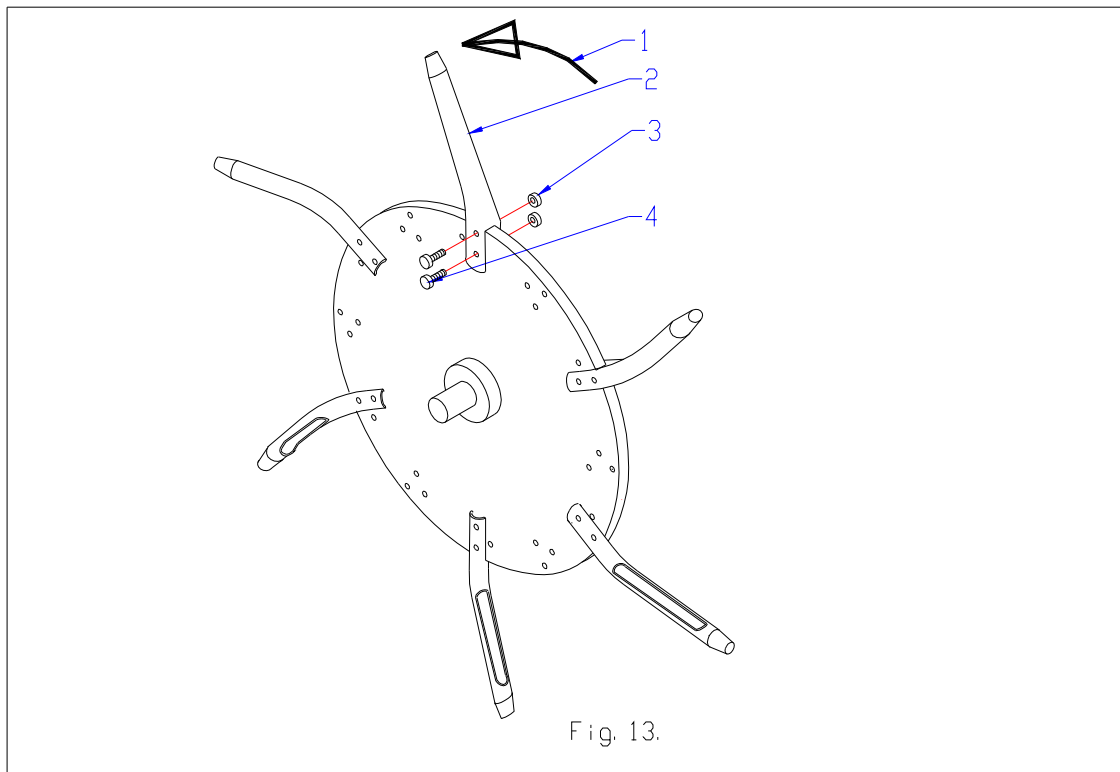

Fig. 13.
12.4 JEU DE DENTS CREUSES (Voir Fig. 13).
Un jeu de dents Creuses #213.120.014 pour le 1700 et 213.220.014 pour le 2200) est disponible pour le rotor standard. Ce jeu contient : 72/96 x dents Creuses (2), 144/192 x écrous (3) et 144/192 x boulons (4). Assemblez-les comme indiqué dans la Fig. 13. Répartissez à égale distance autour des disques. Si vous souhaitez en utiliser 12 par disque, il vous suffit de commander un autre jeu